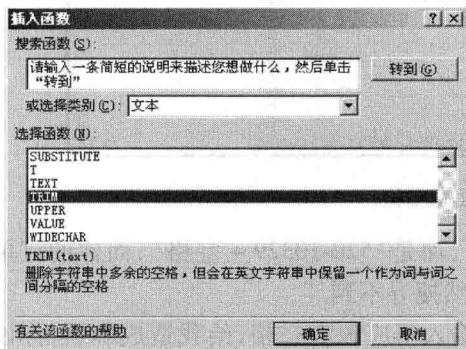

图 1-7 使用 TRIM() 函数去空格-4 步骤之 2
(2) 在弹出的“插入函数”对话框中选择“选择函数”里的“TRIM”函数,如图 1-7 所示,单击“确定”按钮。